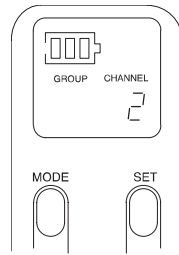

FIGURE 27
4. Appuyer sur le bouton «SET» pour avancer au numéro de canal souhaité, comme illustré à la figure 27.